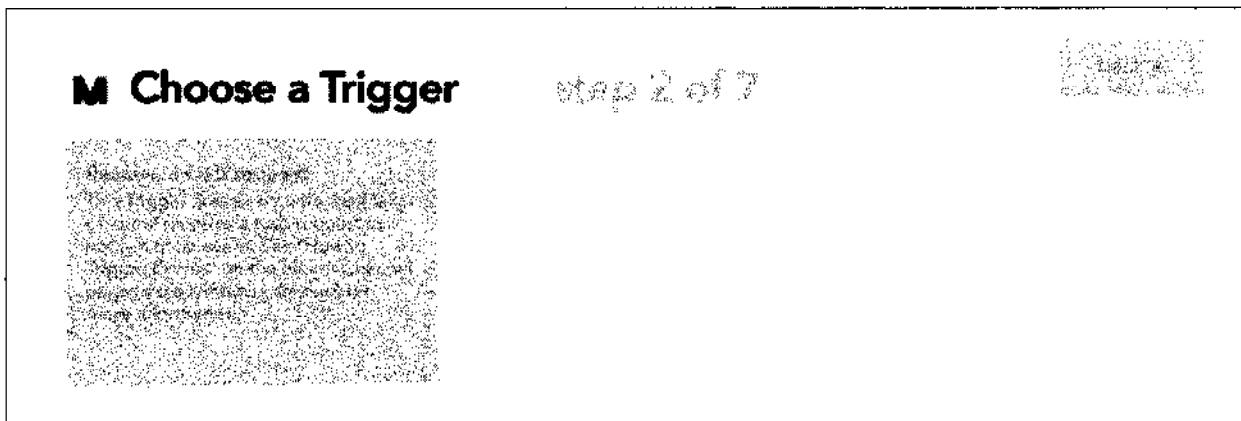

Рис. 6.4. Выбираем триггер IFTTT
11. Выберите тип триггера **Receive a web request** (рис. 6.4).